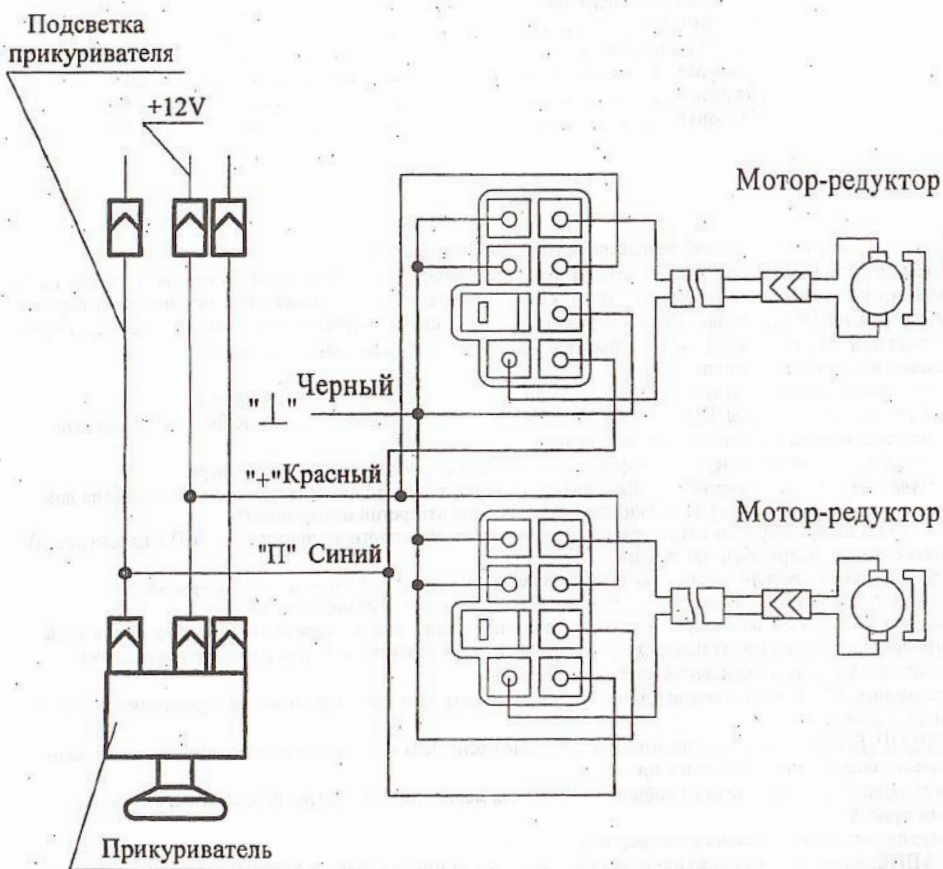

Рис.1
- 6.14 Подключить кабель питания в соответствии с рис. 1.